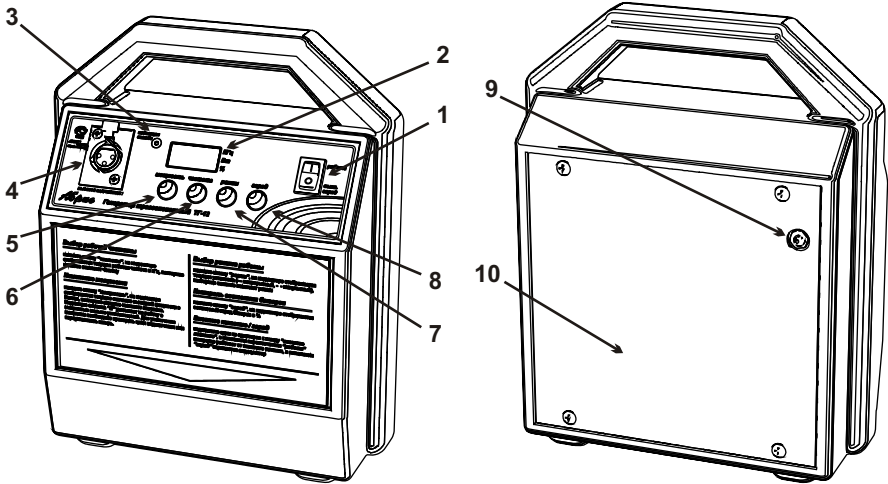
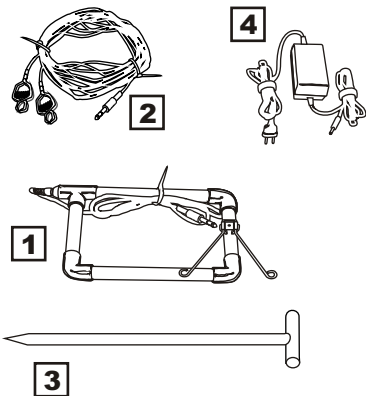

Рисунок 3
Рисунок 4
-  Нажмите на клавишу (поз. 1 рис. 3) переключив ее в положение “работа”
-  Нажмите кнопку “заряд” (поз. 8 рис. 3), на индикаторе отображается значение заряда аккумулятора в %
- 1 Нажмите на клавишу (поз. 1 рис.3) переключив ее в положение “выкл. / заряд”
- 2 При заряде от сети подключите адаптер 220 В (поз.4 рис. 4) к гнезду подключения внешнего питания (поз. 9 рис.3), при заряде от бортовой сети автомобиля используйте автомобильный адаптер (поз. 5 рис. 4). Во время заряда мигает надпись “зар”, по окончании надпись высвечивается не мигая.
**1** При работе от сети подключите адаптер 220 В (поз. 4 рис. 4) к гнезду подключения внешнего питания (поз. 9 рис. 3), при работе от бортовой сети автомобиля используйте автомобильный адаптер (поз. 5 рис. 4).
**2** Нажмите на клавишу (поз.1 рис.3) переключив ее в положение “работа”
**ВНИМАНИЕ !** Не включайте питание генератора перед подключением. При включенном питании на гнезде подключения внешней нагрузки (поз. 4 рис. 3) или зажимах вставленного в него кабеля гальванического подключения (поз. 2 рис. 4) присутствует высокое напряжение, порядка 200 В
- 1** Подключите один зажим кабеля гальванического подключения (поз.2 рис. 4) к коммуникации, при этом необходимо обеспечить надежный электрический контакт.
- 2** Другой зажим кабеля подключите к штырю заземления (поз. 3 рис. 4), вбитому в увлажненный грунт в 5-15м от места подключения
- 3** Подключите разъем кабеля к гнезду подключения внешней нагрузки (поз. 4 рис. 3)
- 1 Нажмите кнопку “частота” (поз. 6 рис. 3), на индикаторе отображается текущее значение частоты в КГц.
- 1 Нажмите кнопку “мощность” (рис.3 поз.5), на индикаторе отображается установленное значение мощности в ваттах.